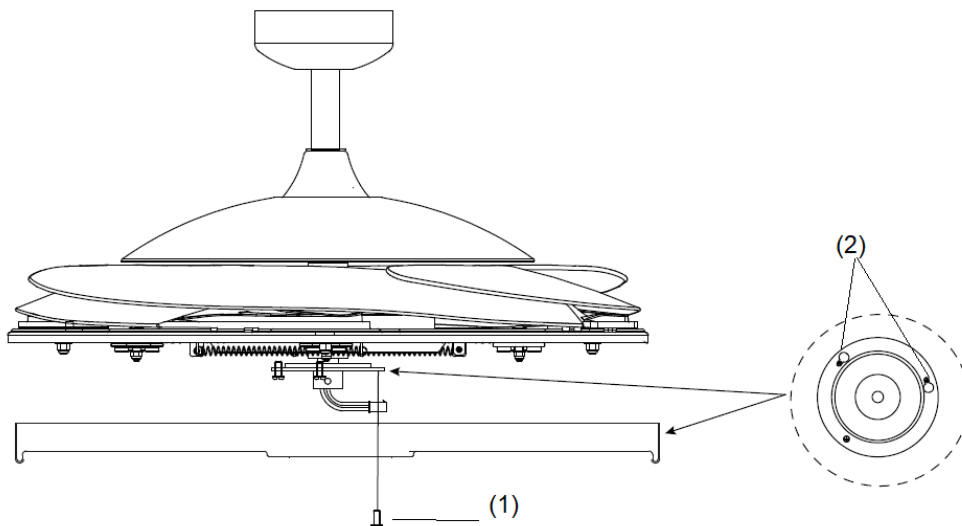

Abb. 6
#### INSTALLATION DES BELEUCHTUNGSSETS (Abb. 6 und 7)
1. Lösen Sie die Schraube (1) aus der Ventilatorhalterung. Richten Sie die zwei Schlitzschrauben an den Schlüsselloch-Schlitz (2) der Leuchtenhalterung aus. (Abb. 6)
2. Drehen Sie das Beleuchtungsset gegen den Uhrzeigersinn, bis die Schlitzschrauben fest am Ende der Schlitzlöcher sitzen (2).
3. Fixieren Sie die Schraube (1) an der Halterung des Lampenschirms. Ziehen Sie alle drei Schrauben fest. Überziehen Sie die Schrauben nicht.